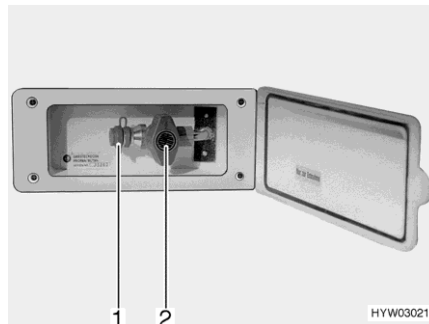

Fig. 172 Toma exterior de gas (válvula de paso de gas cerrada)
- Conectar el aparato de gas externo en el punto de conexión (Fig. 172,1).
- Abrir la válvula de paso de gas (Fig. 172,2).